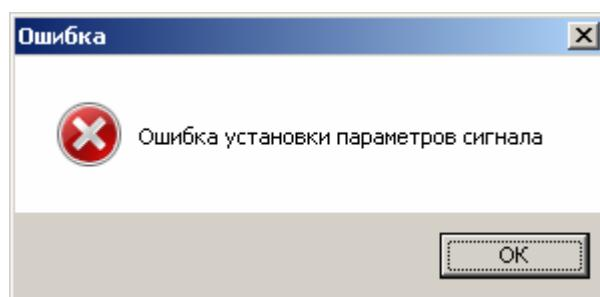

Рисунок 7. Сообщение об ошибке при задании выходного сигнала
5.4 Кнопка «Задать значение» предназначена для установки задаваемых параметров сигнала (частота, амплитуда и значение Кг). В случае возникновения ошибок при установке будет выведено сообщение об ошибке (см. рисунок 7).